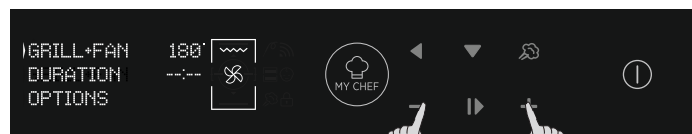

Figura 10
- Pulse MÁS o MENOS para seleccionar la temperatura deseada en la función seleccionada. Pulse OK para continuar o BACK para regresar a la selección de funciones de cocción. (Figura 10)